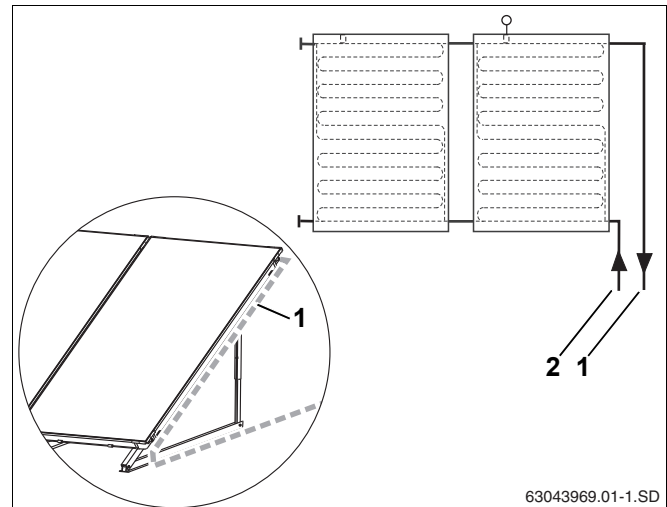

Рис. 55 Подвод сборных линий к полю коллектора
- ▶ Проведите подающую линию заказчика (рис. 55, **поз. 1**) вдоль коллектора, а не вертикально вниз.